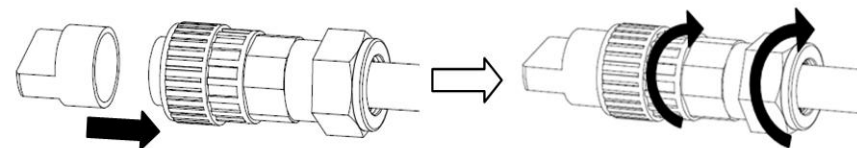

Figure 5.23 Assemblage de la borne CA
B) Fixez le support en plastique (serrage auxiliaire) dans l'élément de douille, serrez l'adaptateur dans l'élément de douille, puis serrez l'écrou de blocage avec un couple de 3 à 4 Nm (voir figure 5.23).